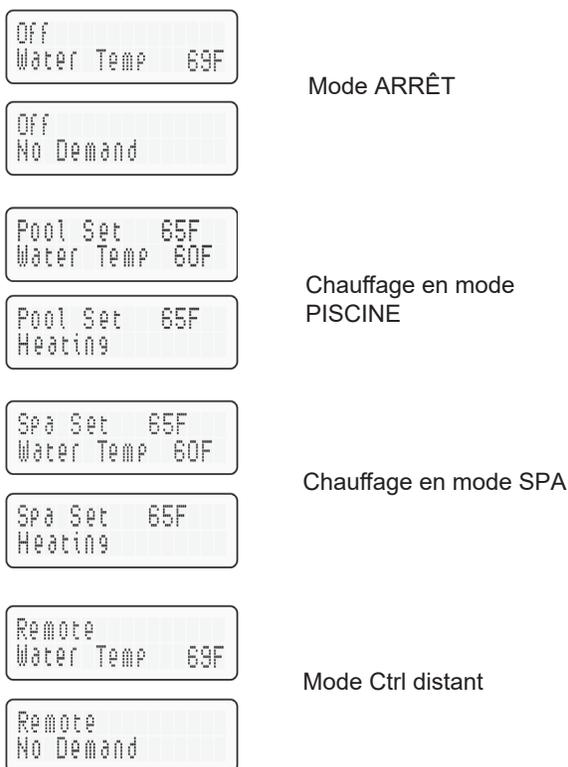

Figure 39. Menu thermostat externe - Commande à distance
**⚠ ATTENTION:** avant de raccorder un thermostat externe à l'appareil, lisez ce qui suit: Cet appareil peut être commandé par un thermostat externe. L'écran affiche la température actuelle de la piscine, l'état de fonctionnement et les codes d'entretien, Voir Figure 39. Les touches du panneau de commande permettent de sélectionner la température de consigne de la piscine ou du spa. Le cas échéant, l'écran de l'appareil indique qu'il est commandé à distance (Remote). Avant de raccorder l'appareil à un thermostat externe, vérifiez s'il s'agit d'un système à deux ou trois fils. Suivez les instructions appropriées ci-dessous pour correctement raccorder le thermostat externe à l'appareil.